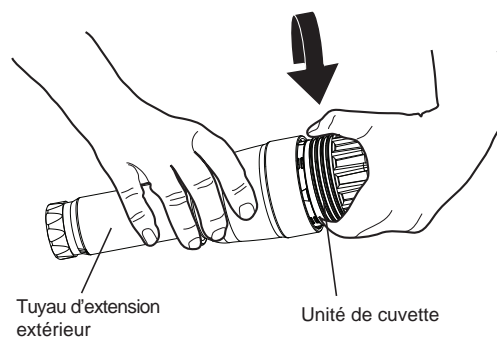

Figure 5
- Dévissez l'unité de la cuvette. (Voir la Figure 5).